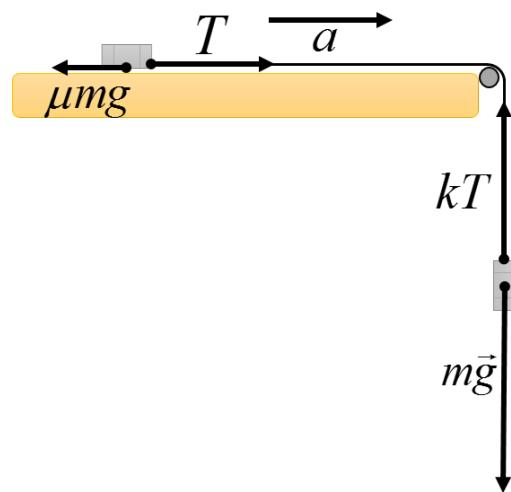

Рис. 5. Расстановка сил при движении гаек
3. Для определения коэффициента k запишем систему уравнений движения для грузов (см. рисунок 5).